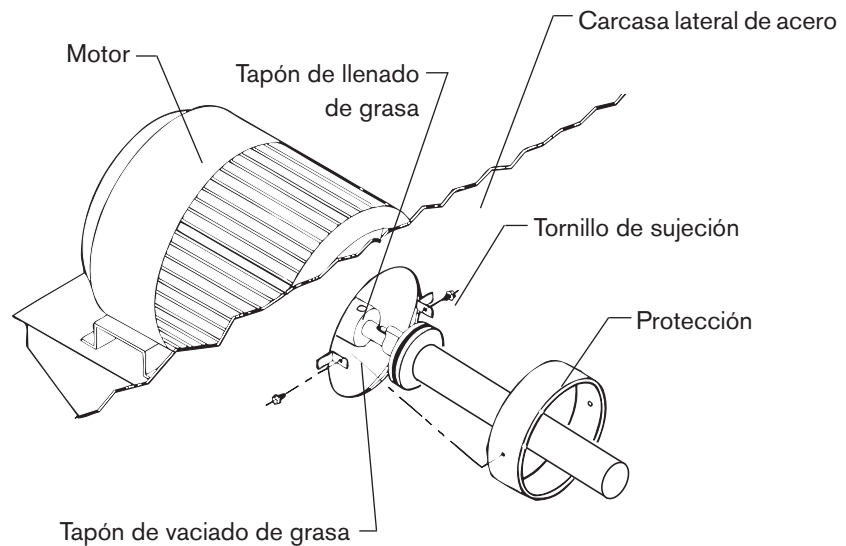

Figura 7
1. Retire la protección como se muestra en la Figura 7. El cojinete del motor del extremo opuesto es accesible desde el exterior del refrigerador por líquido.